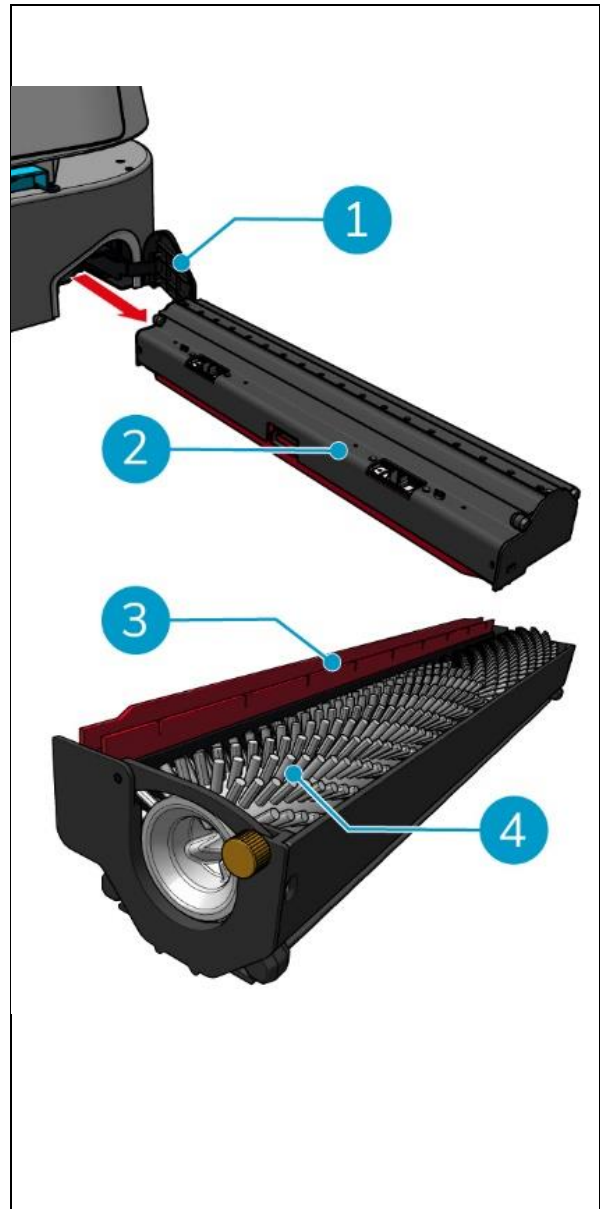

Figura 33
1. Abrir a tampa do compartimento do suporte da escova de rolo e do rodo (Figura 33, pos. 1).
2. Puxar a escova de rolo e o suporte do rodo para fora do compartimento (Figura 33, pos. 2), ao longo da calha lateral superior.
4. Verificar se as lâminas do rodo (Figura 33, pos. 3) estão limpas e intactos.
6. Verificar se a escova de rolo (Figura 33, pos. 4) está limpa e intacta.